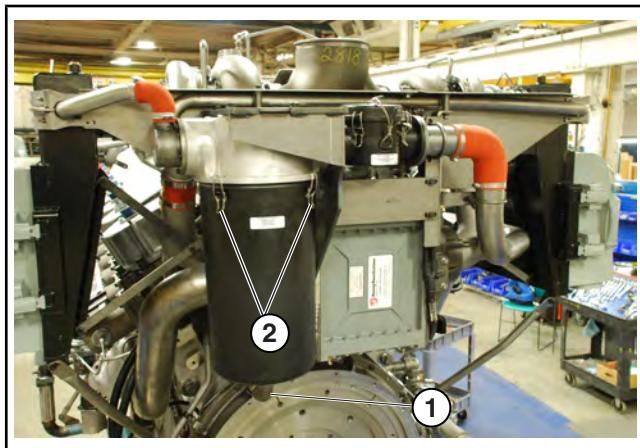

Рисунок 10.05-7: Защелки емкости предварительного сепаратора
3. Потяните защелки вверх, удерживая емкость. (См. Рисунок 10.05-7). Снимите емкость.